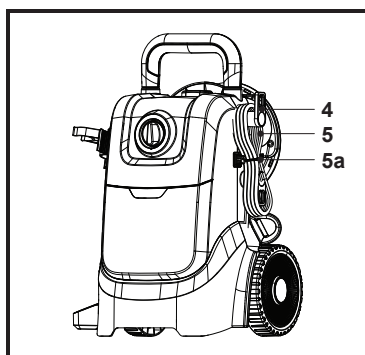

Fig. 23
2. Enrouler le cordon d'alimentation (5) autour des deux ancrages de cordon (4) et le fixer à l'aide d'un serre-câble (5a) fourni (Fig. 23).